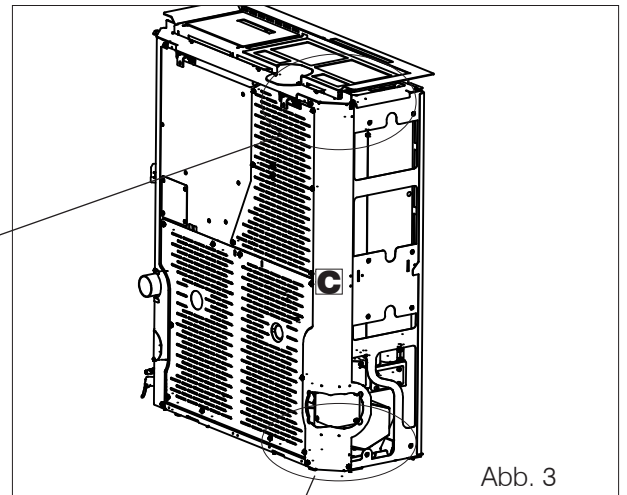

Abb. 3
3. Die vier Schrauben lösen und das rückseitige Profil (C) vom Korpus abnehmen. Siehe Abbildung 3, 3a, 3b.